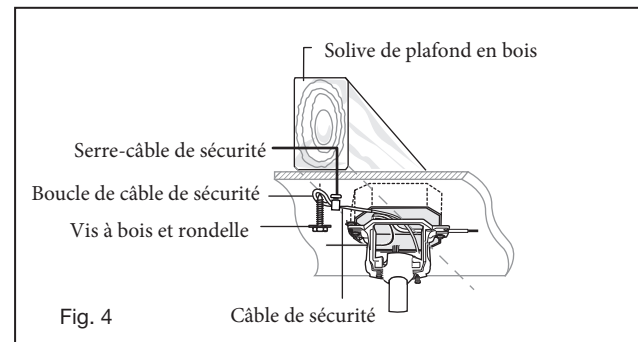

Fig. 4
- 9 Soulevez la boule / tige de suspension / ventilateur dans l'ouverture du support de suspension. **REMARQUE:** la languette opposée à l'ouverture du support de suspension doit s'insérer dans la fente de la boule. (Fig.4))
Un flux d'air VERS LE HAUT déplace l'air plus chaud de la zone du plafond comme illustré à la figure 4. Cela vous permet de régler votre unité de chauffage sur un réglage plus frais sans affecter votre confort.